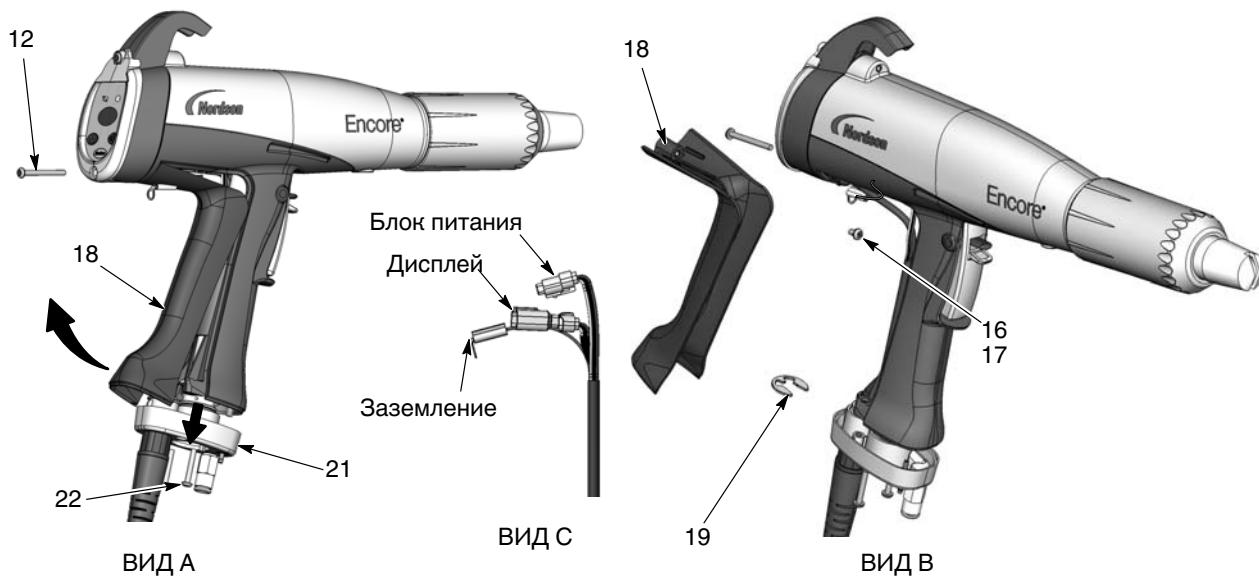

Рис. 6-7 Замена кабеля
2. См. рис. 6-7, вид А. Вывернуть два винта M3 x 20 (22) крепления основания рукоятки (21) к рукоятке.
3. Вывернуть нижний винт M3 x 35 (12) из модуля дисплея.
4. Оттянуть основание от рукоятки достаточного для того, чтобы освободить из основания нижний край накладки заземления (18).
6. См. рис. 6-7, вид В. Вывернуть винт M3 x 8, снять стопорную шайбу (16, 17) и наконечник провода заземления с накладки заземления.
7. Снять с кабеля стопорную шайбу (19).
8. См. рис. 6-7, вид С. Вытянуть разъемы кабеля из рукоятки. Вставив плоское жало миниатюрной отвертки в пазы в разъемах блока питания и дисплея, освободить защелку и разъединить разъемы.
1. См. рис. 6-7. Продеть новый кабель сквозь основание рукоятки, а затем зафиксировать кабель стопорной шайбой (19).
3. Подсоединить наконечник провода к накладке заземления (18), используя винт M3 x 6 и стопорную шайбу (16, 17).
6. Приставив основание (21) к рукоятке и накладке заземления, надежно затянуть в основании два винта M3 x 20 (22).
7. Поставить винт M3 x 35 (12) в нижней части модуля дисплея.